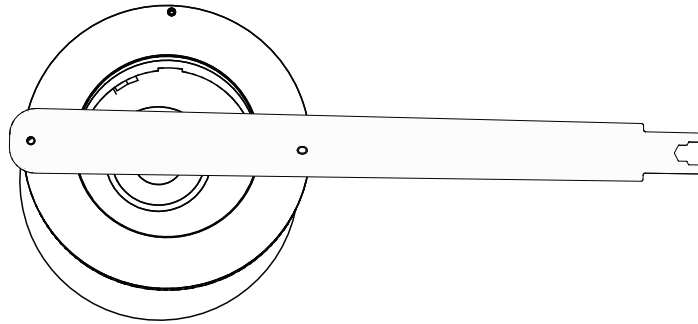

Bild 5.2 Entfernen der Endabdeckung mit dem Mehrzweck-Werkzeug
1. Lösen Sie die Stellschrauben in der hinteren Endabdeckung mit dem mitgelieferten Innensechskant-Schraubendreher. Lösen Sie in die hintere Endabdeckung mit dem mitgelieferten Mehrzweck-Werkzeug. Führen Sie zur Vermeidung von Schäden am O-Ring für jede halbe Drehung gegen den Uhrzeigersinn eine Viertel Drehung im Uhrzeigersinn durch. (Siehe *Bild 5.2* unten).